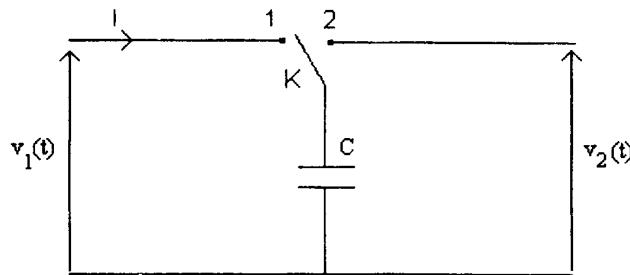

fig 9
Le principe de simulation d'une résistance est donné figure 9. Le montage fonctionne à vide (résistance de charge infinie).
3.1.4. Donner un modèle équivalent du circuit de la figure 9 en précisant la nature du dipôle équivalent.